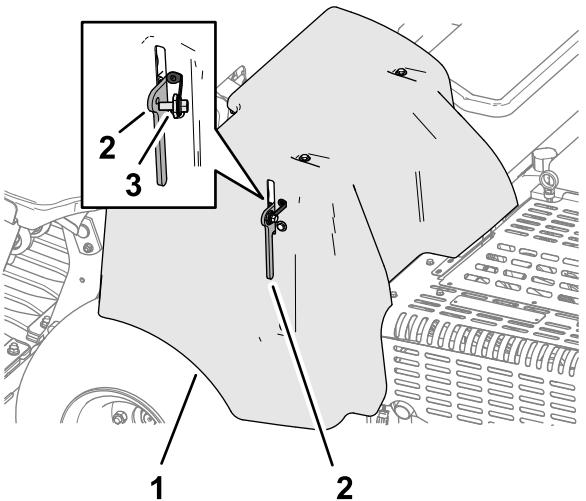

Bild 141
1. Wenn Ihre Maschine mit einem CE-Gurtschloss der Riemenabdeckung ausgestattet ist, lösen Sie die Schraube des Gurtschlusses, bis sie sich vom Schloss löst (Bild 141).